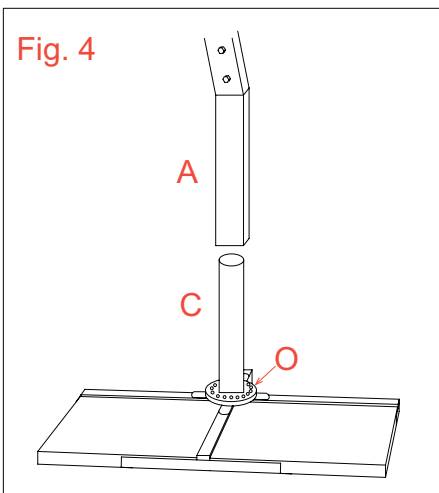
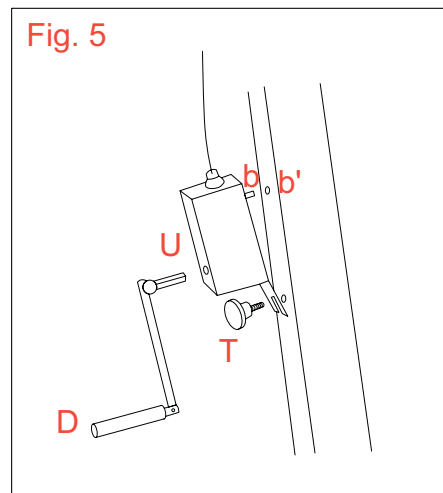
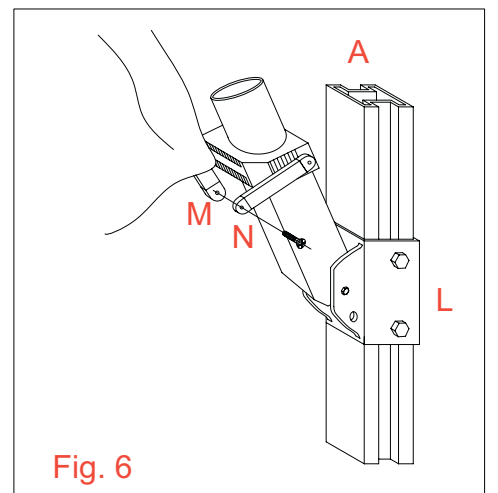

Fig. 4
Fig. 5
Fig. 6
- (fig. 4) insérer le mat du parasol (A) dans le tube de base (C).
- IMPORTANT:** *le mat du parasol (A) doit s'insérer à fond dans le siège carré de l'anneau d'orientation (O).*
- (fig. 5) visser le volant à main (T) dans le trou fileté du mat du parasol (A)
- insérer la languette fendue du treuil (U) dans le volant à main (T), ensuite insérer le goujon (b) du treuil (U) dans le trou (b') du parasol (A) et visser à fond le volant à main (T).
- insérer la manivelle (D) dans le trou spécifique du treuil (U).
- (fig. 6) fixer la baleine de blocage (M) a la fourche (N) avec la vis spécifique.
LEVÉE DU PARASOL DE LA STRUCTURE (fig. 6, 14 - 15)
IMPORTANT: (fig. 6) avant d'enlever le parasol détacher la baleine de blocage (M) de la fourche (N) en enlevant la vis. La vis doit être fixée immédiatement à la baleine (M) pour servir successivement comme référence au remontage du parasol.